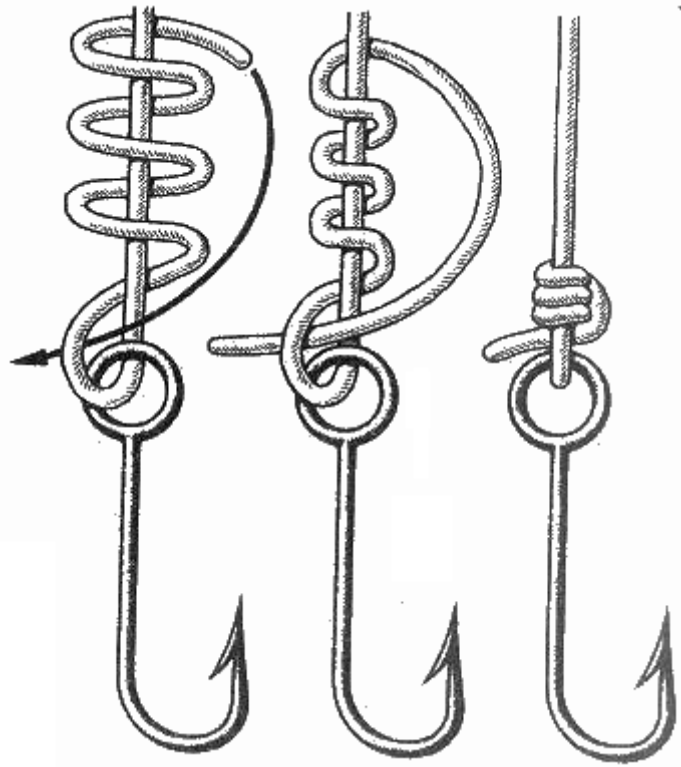

Рис. 126. Захватный узел
**Захватный узел** (рис. 126). Этот узел представляет собой половину змеиного узла (см. рис. 34), применяемого для связывания двух синтетических тросов. Он годится для любой лески и является очень надежным узлом.